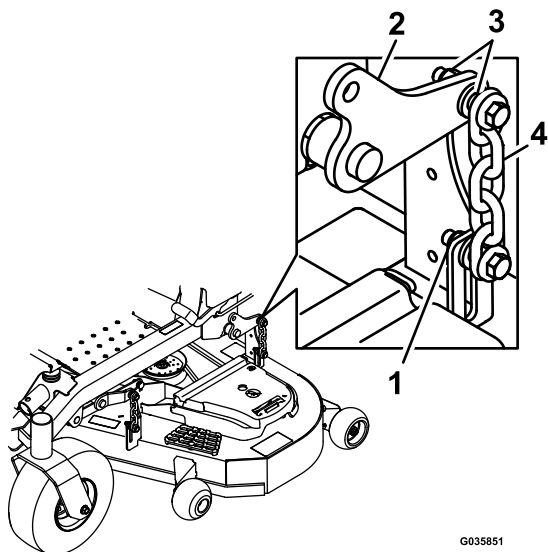

Bild 85
15. Lösen Sie die Sicherungsmuttern (**Bild 85**) an allen vier Ecken und stellen Sie sicher, dass das Mähwerk fest auf allen vier Blöcken sitzt.